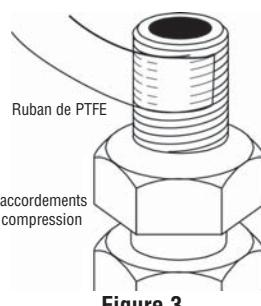

Figure 3
3. Enrouler une longueur de ruban de PTFE de 7,6 cm (3 po) de gauche à droite (dans le sens des aiguilles d'une montre) autour du filetage de 3/8 MNTP des raccordements. Bien resserrer afin qu'il épouse le filetage du raccordement et recouvre environ 1,3 cm (1/2 po) (figure 3).